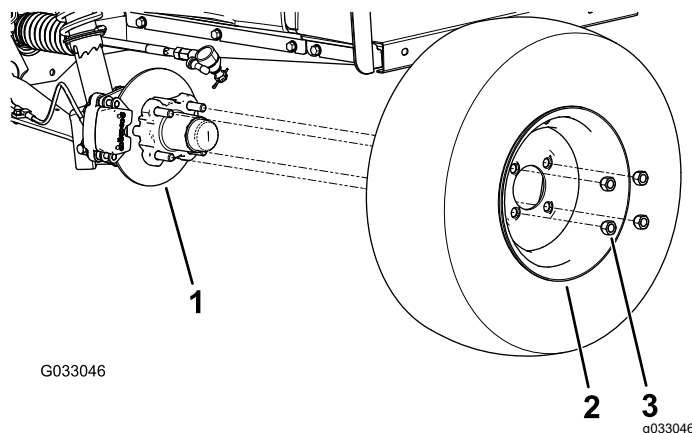

Figura 28
2. Retire as 4 porcas de rodas que prendem a roda ao cubo (Figura 28).
4. Alinhe os orifícios na roda com os pinos do cubo e monte a roda no cubo com a haste da válvula para fora (Figura 28).
5. Prenda a roda ao cubo utilizando as porcas das rodas (Figura 28).